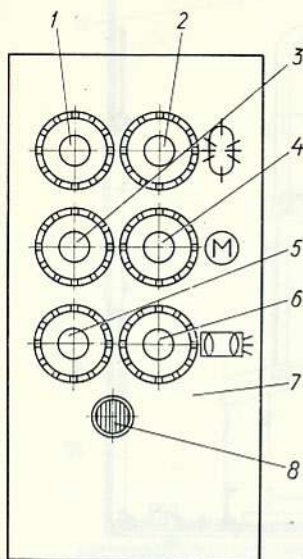

Рис. 14. Панель управления:
кнопка 3 (рис. 14) черного цвета для включения электропривода и кнопка 4 красного цвета для его выключения. У кнопок изображено условное обозначение (M) ;